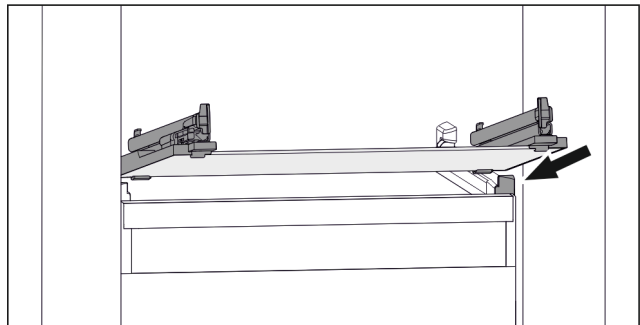

Fig. 64 Приблизне відображення скляної пластини
- ▶ Встановити скляну пластину за стопорами навкосо. (див. Fig. 64)